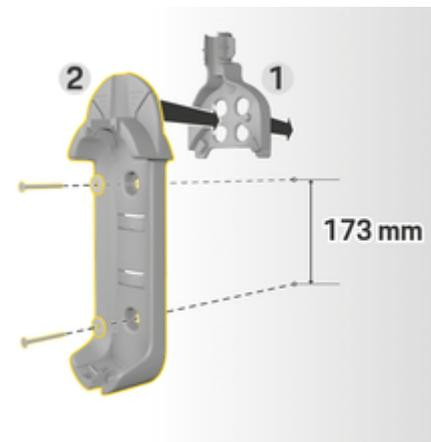

Рис. 8: Размеры под отверстия
3. Вдавите базовое настенное крепление **2** (Рис. 8) спереди в кабелепровод **1** (Рис. 8).